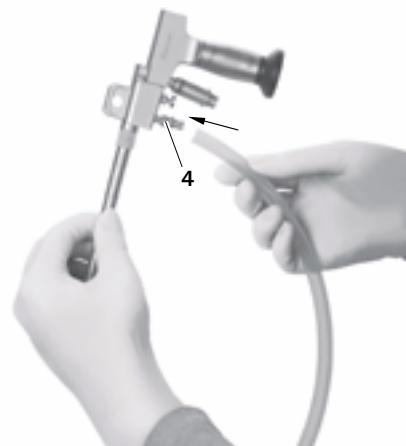

Рис. 20
- ▶ Соединить промывочный шланг с промывочным разъемом 4, см. Рис. 20.